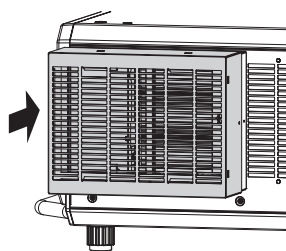

Figura 1
1) Instale la cubierta para filtro de larga duración en la placa de montaje para filtro de larga duración. (Figura 1)